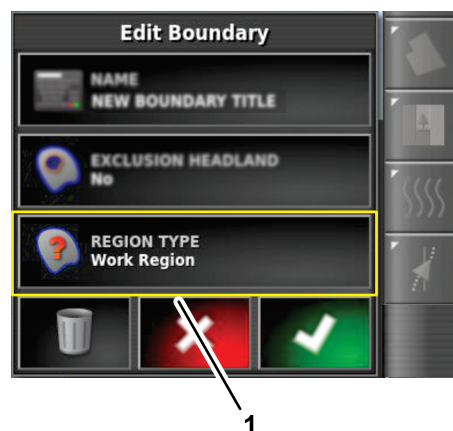

Figura 61
1. En el cuadro de diálogo Editar perímetro, pulse el icono TIPO DE REGIÓN (Figura 61).